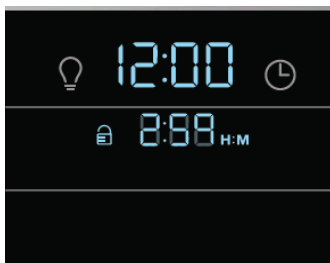

Figure 29 : Cycle de nettoyage en cours
- Pendant le cycle de nettoyage, l'heure du jour reste affichée et le temps restant du cycle de nettoyage est également actif (Figure 29).